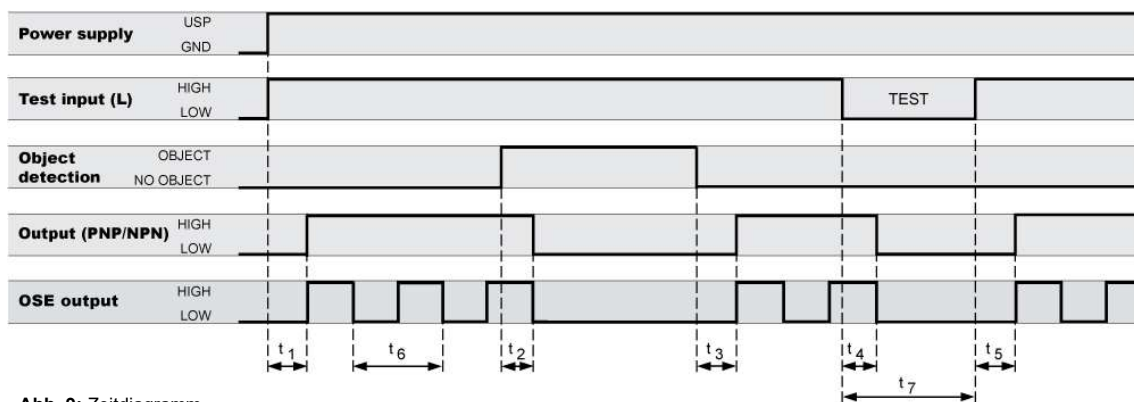

Abb. 9: Zeitdiagramm
Die Logik des Ausgangs (PNP/NPN) wird mit dem grauen Draht eingestellt (Standard: LO [light-on]) siehe Kapitel Zeitdiagramm, S. 11. Die Ausgangslogik ist hellschaltend (LO), wenn der graue Draht mit GND (0 V) verbunden ist. Wird der graue Draht mit USP (10 ... 30 VDC) verbunden, wechselt die Ausgangslogik auf dunkelschaltend (DO) (Abb. 9). Ist der graue Draht nicht angeschlossen (schwebend), wechselt die Ausgangslogik auf das OSE-Signal.